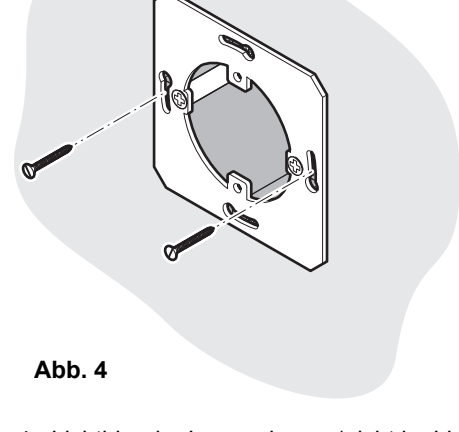

Abb. 4
3. Wandeinbauleuchte an Hohlwand-Dose verschrauben (Abb. 4)